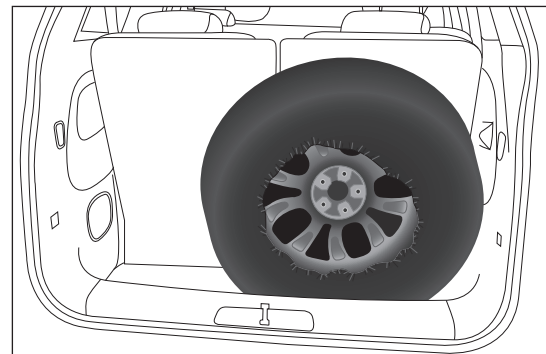

fig. 41
- Avec les sièges arrière de la troisième rangée non rabattus : retirer la couverture du coffre à bagages (qui doit être placée devant les sièges arrière de la deuxième rangée) puis placer la roue crevée à l'intérieur du coffre à bagages, en la positionnant comme illustré sur fig. 41 (moyeu de la roue tourné vers l'intérieur de l'habitacle afin d'éviter la chute de la roue lors de la fermeture du hayon du coffre à bagages).